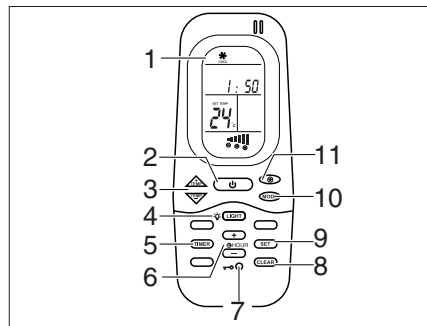
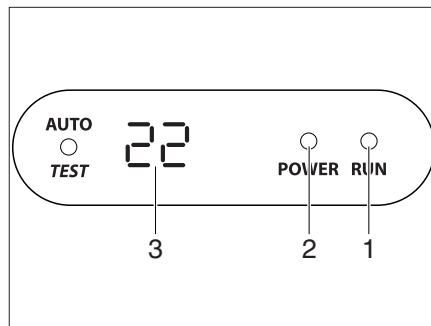

Fig. 309 Telecomando
Fig. 310 Display sul diffusore
L'impianto di climatizzazione si trova sul tetto del veicolo. Il telecomando (Fig. 309) dell'impianto di climatizzazione si trova nella zona cucina.
- Collegare il veicolo all'alimentazione a 230 V. L'impianto di climatizzazione è pronto a funzionare. Il LED (Fig. 310,2) sul display del diffusore si accende in rosso.
- Per attivare, premere il tasto di accensione/spegnimento (Fig. 309,2) del telecomando. Il LED (Fig. 310,1) è acceso in verde quando l'impianto di climatizzazione funziona in modalità di raffreddamento. Il LED (Fig. 310,1) è acceso in rosso quando l'impianto di climatizzazione funziona in modalità di riscaldamento.
- Impostare la modalità di funzionamento desiderata con il tasto MODE (Fig. 309,10).
- Se necessario, con il tasto (Fig. 309,11) impostare il livello della ventola e con i tasti (Fig. 309,3) la temperatura ambiente desiderata.
- Per disattivare, premere di nuovo il tasto di accensione/spegnimento (Fig. 309,2) del telecomando.
- Per la programmazione, accendere l'impianto di climatizzazione con il tasto di accensione/spegnimento (Fig. 309,2) del telecomando.
- Premere il tasto TIMER (Fig. 309,5). L'indicatore ON dell'ora di avvio si attiva.
- Con i tasti TEMP (+/-) (Fig. 309,3) impostare l'ora.
- Premere di nuovo il tasto TIMER (Fig. 309,5). L'indicatore OFF dell'ora di avvio si attiva.
- Premere di nuovo il tasto TIMER (Fig. 309,5).
- Al termine dell'impostazione premere il tasto SET (Fig. 309,9).
- Per cancellare la programmazione del timer, premere il tasto CLEAR (Fig. 309,8).